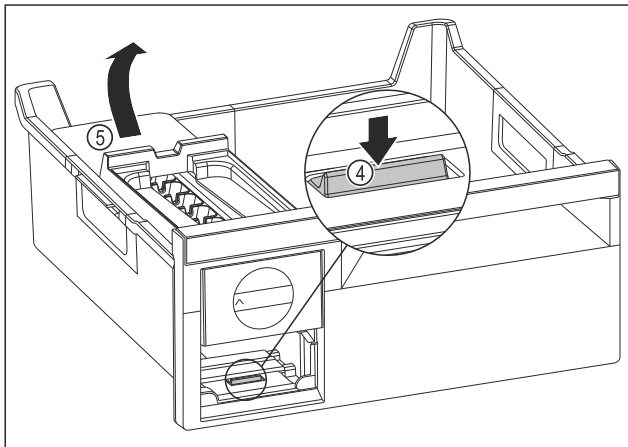

Fig. 79
- ▶ Fjern hoveddelen til EasyTwist-Ice: Trykk tappene Fig. 79 (4) ned med fingeren samtidig som hoveddelen til EasyTwist-Ice Fig. 79 (5) løftes opp fra baksiden med den andre hånden.